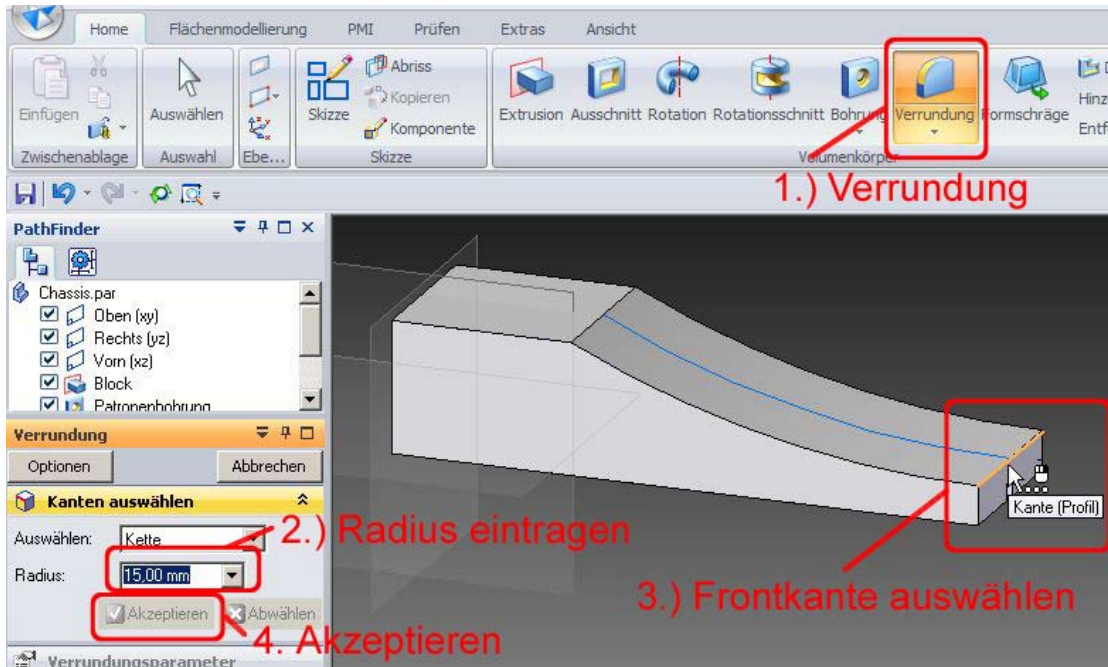

Abb. 30 Frontkante verrunden
59. Klicken Sie in der Registerkarte -Home- in der Gruppe -Volumenkörper- auf -Verrundung- (Abb. 30 1).
60. Tragen Sie im Feld -Verrundung- unter -Radius- den Wert -15mm- ein und klicken Sie (Abb. 30 2).
61. Klicken Sie auf die Vorderkante Ihres Rennwagens (Abb.30 3).
62. Akzeptieren Sie durch Klick auf den grünen Pfeil (Abb. 30 4).